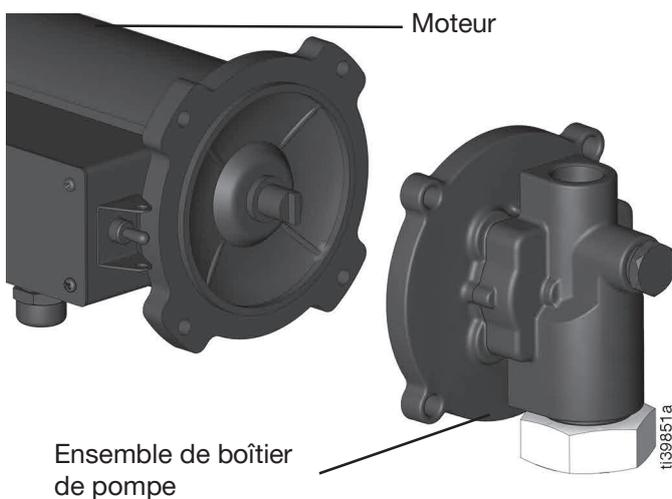

FIG. 8
6. Retirez l'ensemble de boîtier de pompe du moteur (FIG. 8).